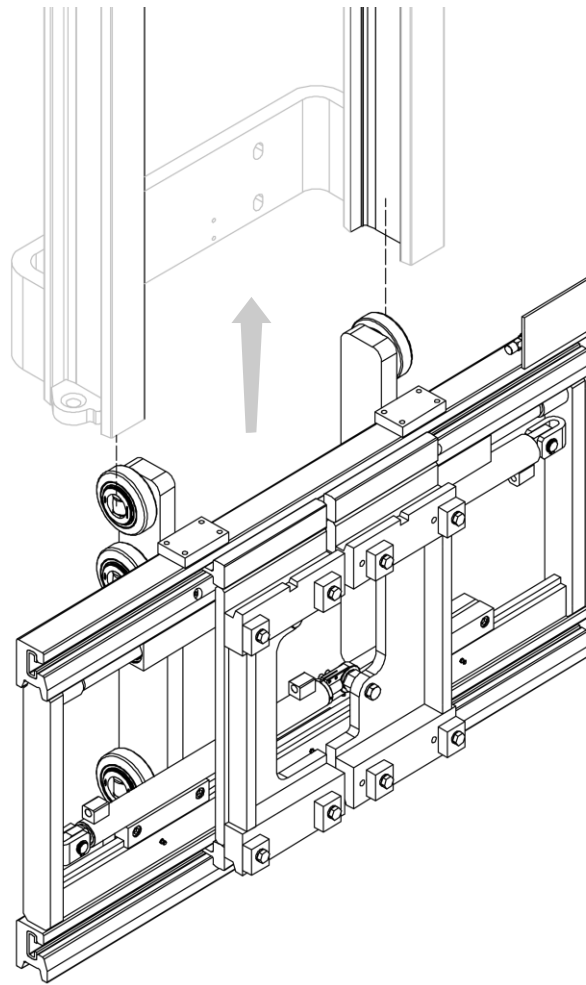

Figura 3
4. Instale el equipo en el mástil insertando los rodillos en las guías de deslizamiento correspondientes y sujete las cadenas en los orificios de los hombros de acuerdo con los métodos indicados por el fabricante del mástil (mira *Figura 3*).